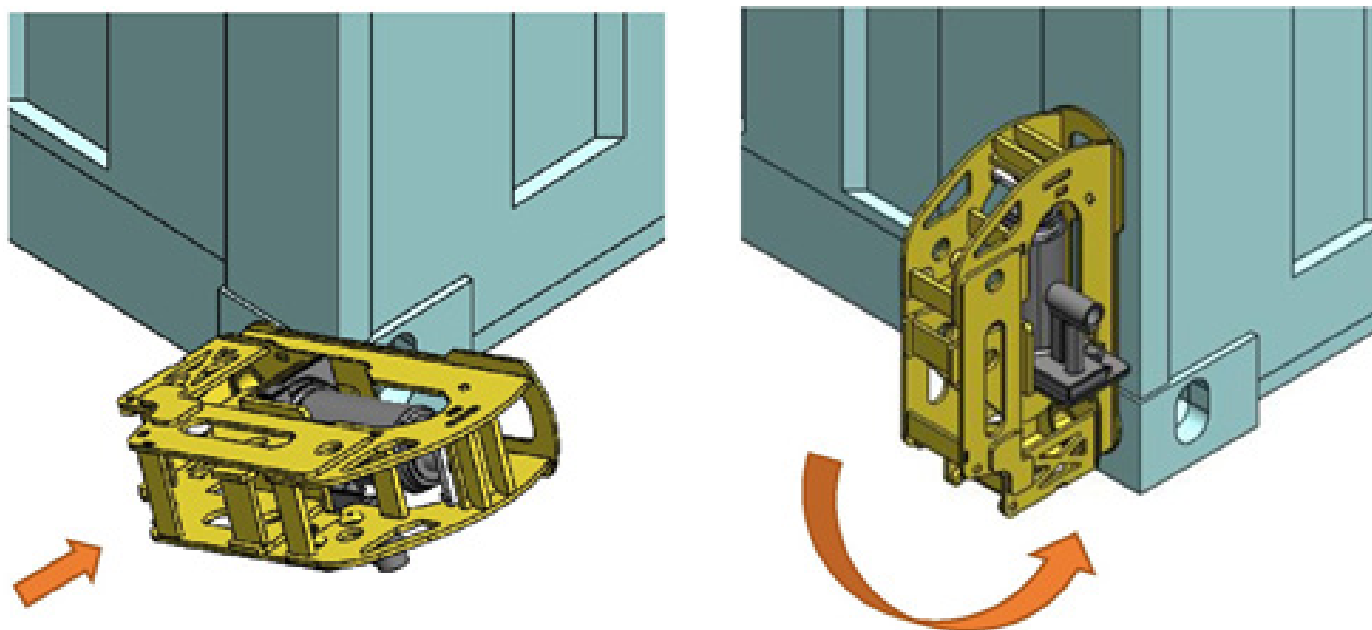

Figura 2 Montaggio dell'unità del martinetto.
2. Attaccare al pezzo angolare l'unità martinetto, inserendola orizzontalmente nell'apertura e poi girandola in posizione verticale (**figura 2**)